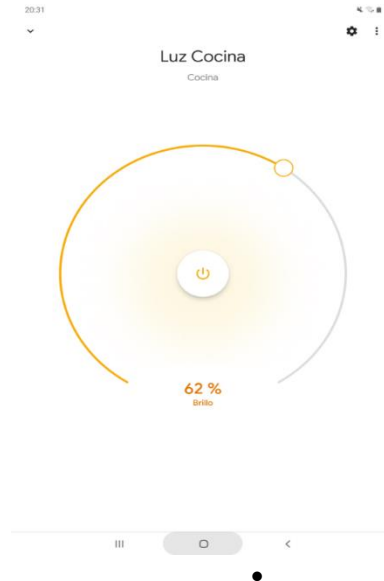

Figura 41. Interfaz de iluminación
- Los dispositivos Bombillas, que son los leds con PWM. En este dispositivo nos sale un deslizador donde podemos indicar el porcentaje de brillo, además tenemos un botón para apagarlo y encenderlo. Nosotros le enviamos el estado del led, igual que él nos envía datos cuando lo cambia él, esto se hace desde Node-RED. Esto lo hemos puesto para cuando se cambie el brillo se encienda. La interfaz se puede ver en la Figura 41.